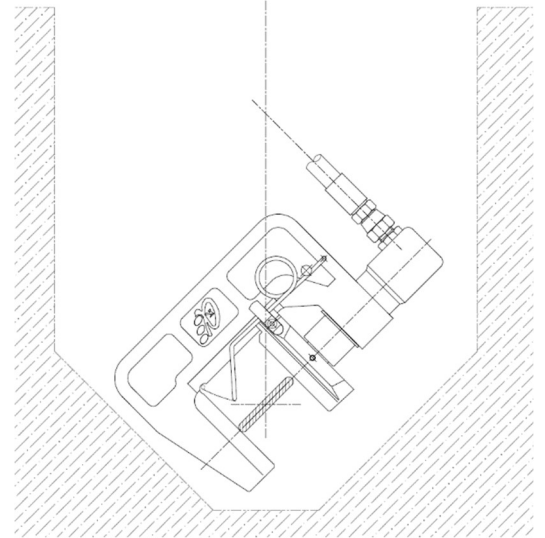

図. C-2
3. 管を圧着部に対して垂直にして、管の中心と、シリンダー中心が一致する位置に合わせます。（図. C-2）